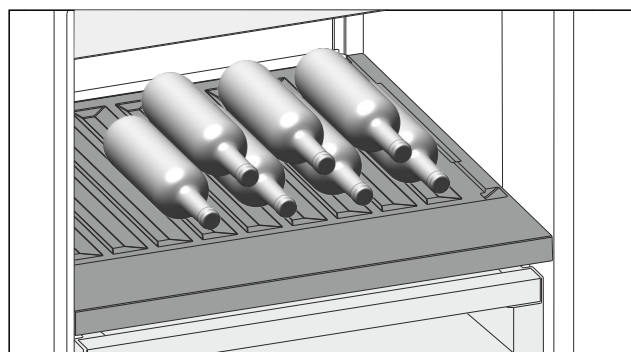

Fig. 85
- Placer les bouteilles avec le fond orienté vers la paroi arrière de l'appareil. (voir Fig. 85)